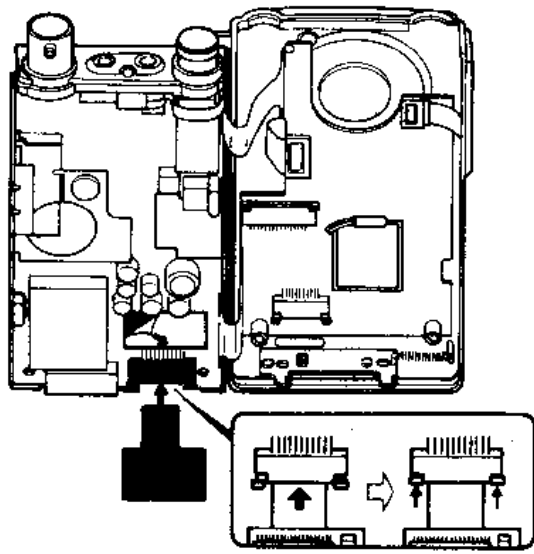

图 3-8
1. 如图 3-8 所示, 把 CTD412 组件可靠地插入插座内, 再用一只手握住 P、C 板, 另一只